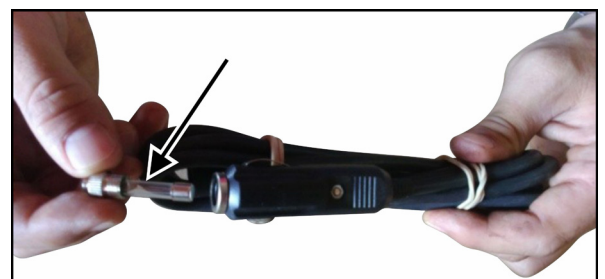

fig. 43
4. Verifique el fusible dentro del enchufe de tipo "encendedor de cigarrillo" junto al cable de fuerza (fig. 43).